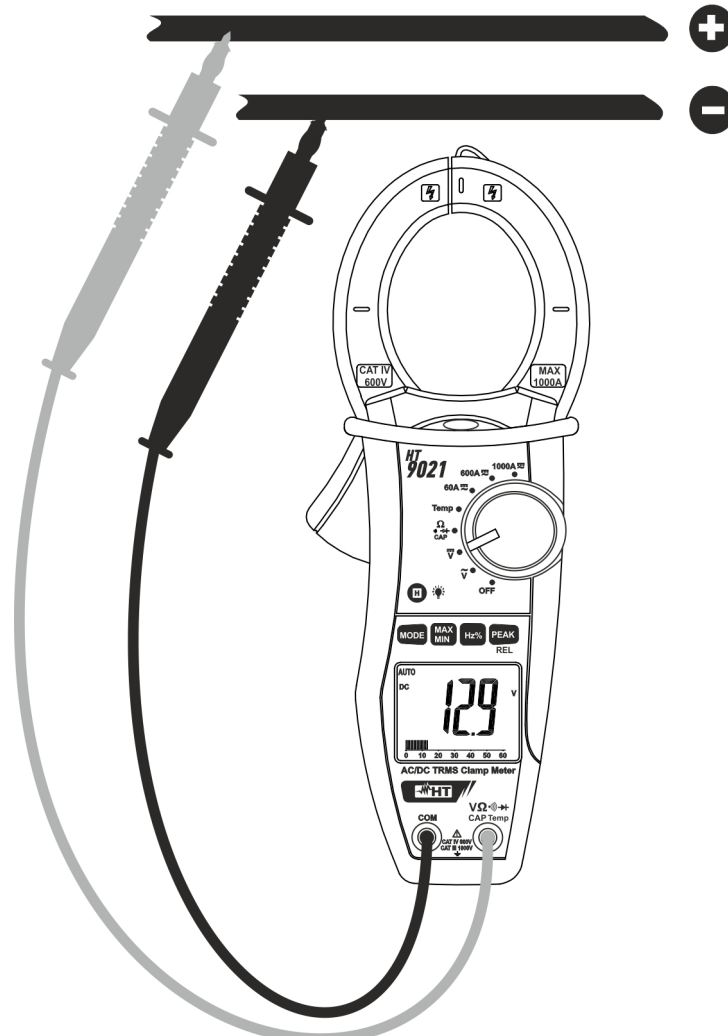

Fig. 4: Uso da pinça na medição de Tensões CC
2. Inserir o cabo vermelho no terminal de entrada $V\Omega\text{Hz}$ → CAP Temp e o cabo preto no terminal de entrada COM (Fig. 4)